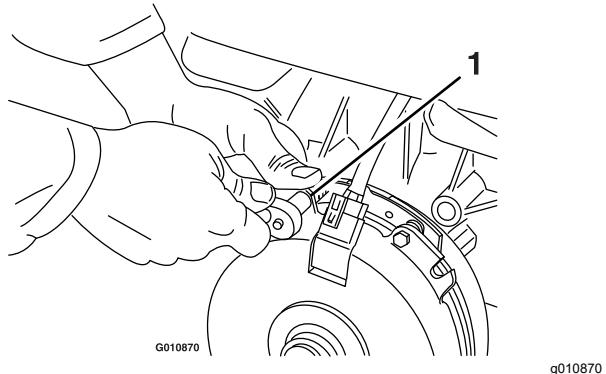

Figura 65
- Afloje ambos pernos de montaje del freno entre media y una vuelta, según se muestra en Figura 65.